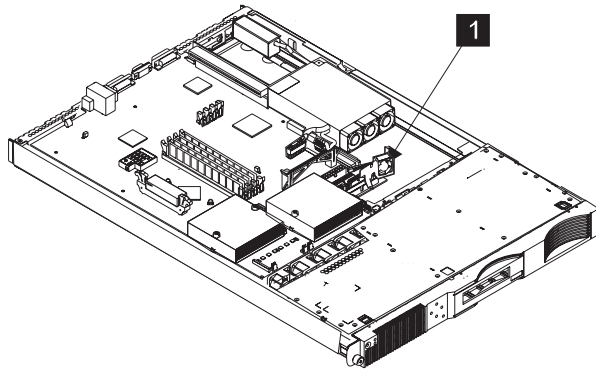

図 46. ディスク・ドライブ・ファンの取り外し
5. ディスク・ドライブ・ファンの右側を前方にスライドさせて、ファン・アセンブリー **1** 全体を取り外します。次にアセンブリーをクリップから引き離します。図 46 を参照してください。